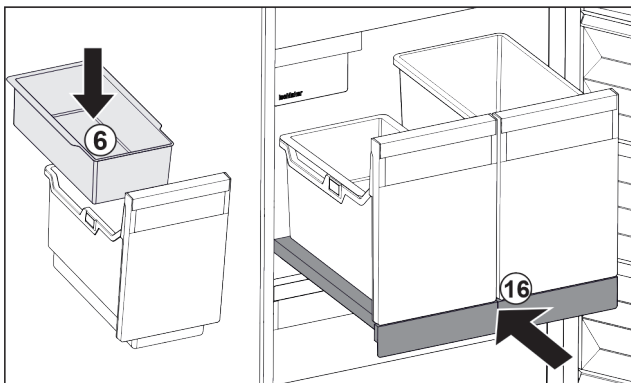

Fig. 107
- ▶ Einhängeschale Fig. 107 (6) für Eiswürfel einsetzen.
- ▶ Auszugsbord mit Behälter (IceTower) einschieben. Fig. 107 (16)